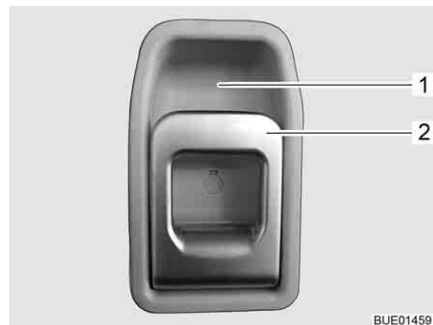

Fig. 44 Fechadura da porta de entrada, lado de dentro
- Puxe o manípulo (Fig. 44,2). A fechadura da porta fica destrancada.
- Empurre o manípulo (Fig. 44,2) em cima no sentido do invólucro do manípulo (Fig. 44,1).